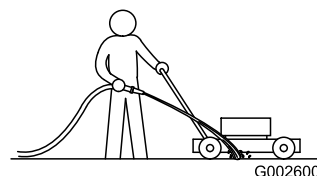

Figure 47
1. Mettez le moteur en marche lorsque la tondeuse se trouve sur une surface revêtue plane et dirigez un jet d'eau devant la roue arrière **droite** (Figure 47).